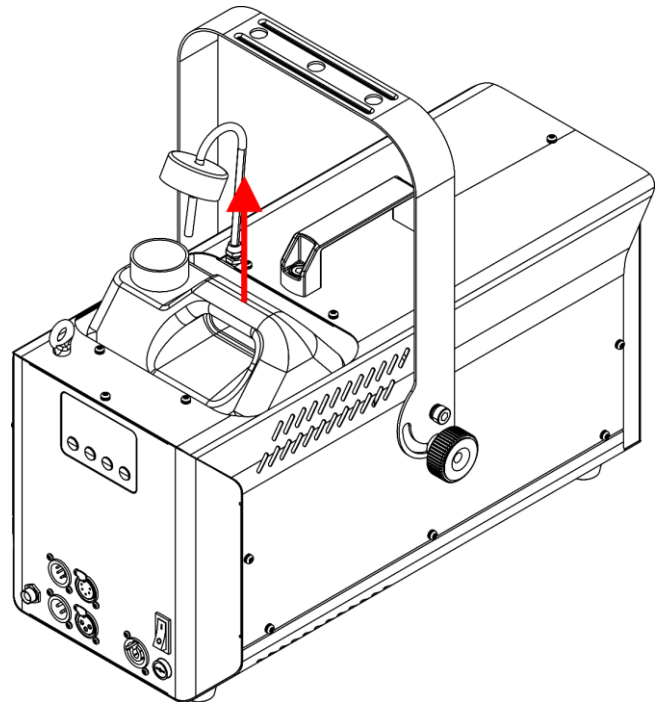

Fig. 09
- 03) Haal de vloeistoftank eruit, zoals getoond in Fig. 09.